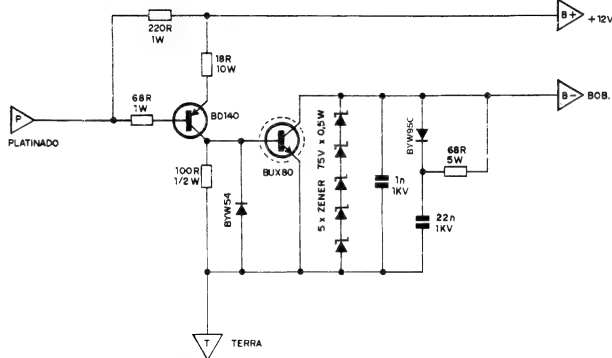

Fig.1
**FIG. 1 - DIAGRAMA ESQUEMÁTICO DO CIRCUITO** - No "miolo" do circuito, temos os dois únicos componentes ativos do conjunto, os transistores, dispostos em acoplamento direto (coletor do BD140 diretamente excitando a base do BUX80...) e formando, com o auxílio dos resistores de polarização, um poderoso (em termos de ganho de Corrente...) amplificador... Graças a esse enorme fator de amplificação, a Corrente de "aterramento" do platinado convencional, usada na excitação da base do PNP (BD140) situa-se em valor muito pequeno (se comparada à velha) Corrente convencionalmente chaveado pelo dito platinado...). Dois diodos, um "super-zenner" (feito com 5 zeners de 75V, "empilhados") e dois capacitores (1n e 22n) se encarregam de "defender" ambos os transistores de eventuais "excessos" ou transientes de Tensão (que normalmente ocorrem em circuitos do gênero, que chaveiam carga indutiva sob elevada Corrente...). O pouco coletor/emissor do transistor de alta Potência (BUX80) faz, na saída do conjunto, o "papel" de